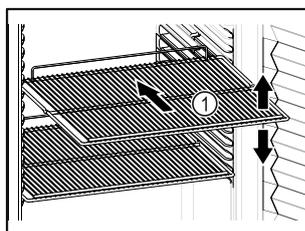

Fig. 78 例图
- 如果存放格栅 Fig. 78 (1)可移动，则根据高度进行调整。